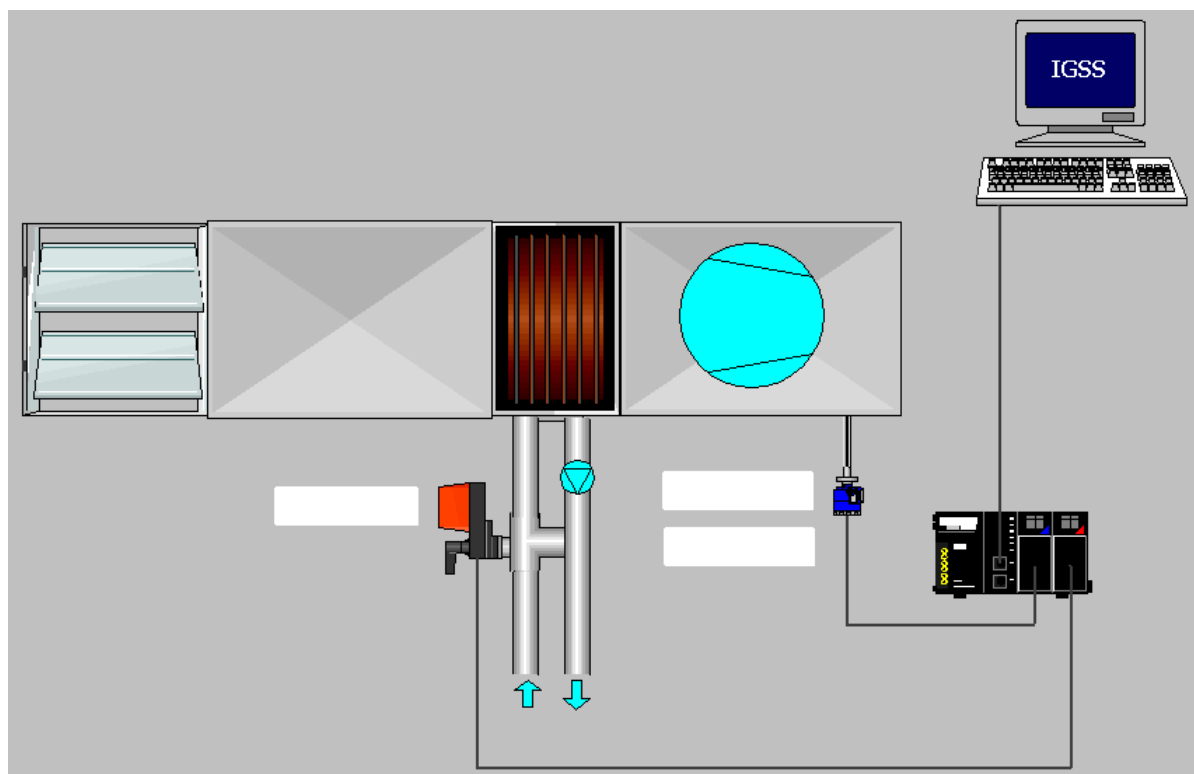

Рис. 3. — Мнемосхема объекта управления в IGSS
- 5 При помощи стандартной графики IGSS создадим мнемосхему объекта управления рис. 3.